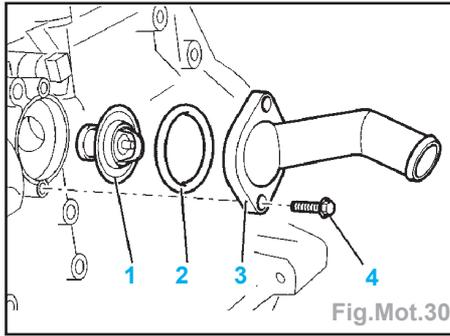

Fig.Mot.30
- Déposer les vis (4), le couvercle (3), le joint (2) de boîtier de thermostat et le thermostat (1) (Fig.Mot.30).